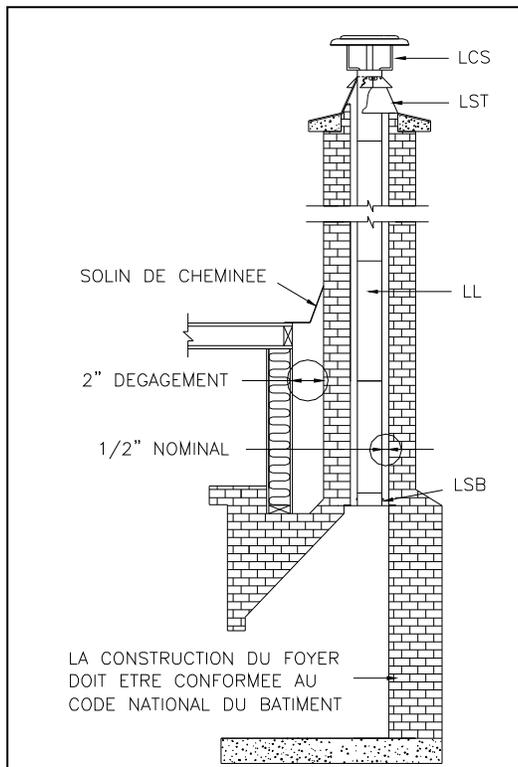

Fig. 8 – Installation d'un conduit de tubage dans un nouveau foyer
- **TUBAGE D'UNE NOUVELLE CHEMINÉE (fig. 8)**